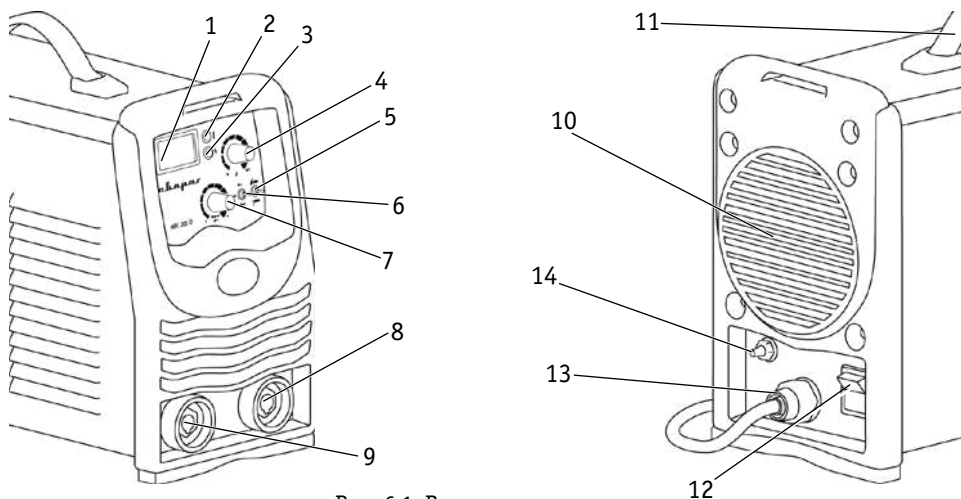

Рис. 6.1. Вид спереди и сзади.
4. Перейдите в режим MMA (См. рис. 6.1 п. 5) на передней панели сварочного аппарата (См. рис. 8.5).